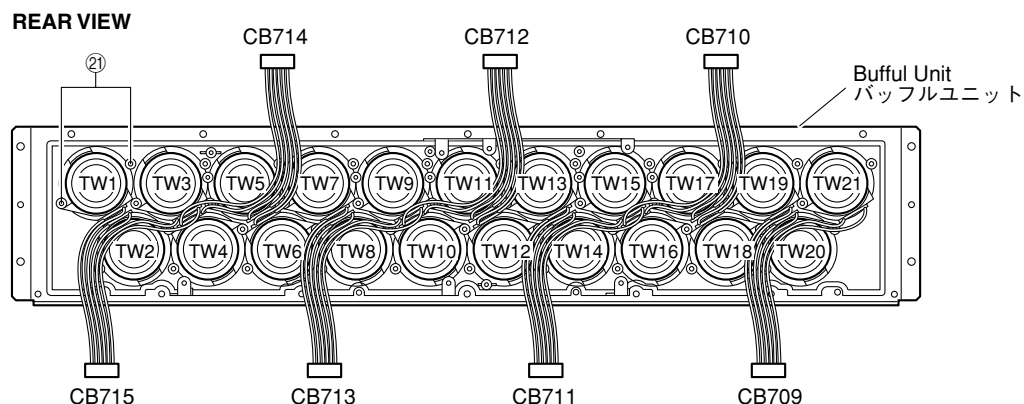

Fig. 7
- a. Remove 2 screws/piece (21). (Fig. 7)
- b. Remove the Driver (Tweeter). (Fig. 7)
- a. ⑳のネジ2本/個を外します。(Fig. 7)
- b. スピーカーユニット(ツイーター)を取り外します。(Fig. 7)
Caution : Make sure that all the removed Driver (tweeter) parts are reinstalled at specified positions. (Fig. 7)
注意 : 取り外したスピーカーユニット(ツイーター)はすべて決められた位置に取り付けてください。(Fig. 7)